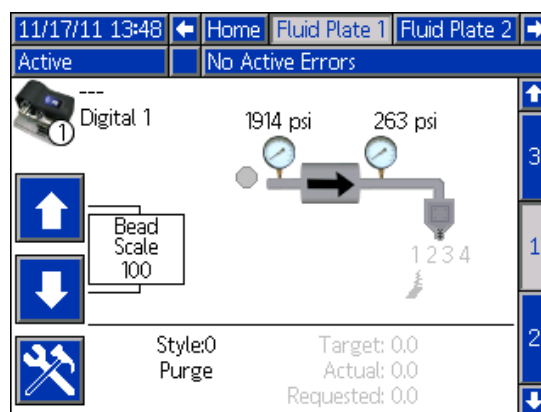

Рис. 33
4. Запишите объем раздачи, узел раздачи жидкости x, экран 1 См. Рис. 33 на стр. 47.
- Запишите объем раздачи, узел раздачи жидкости x, экран 1 См. Рис. 33 на стр. 47.